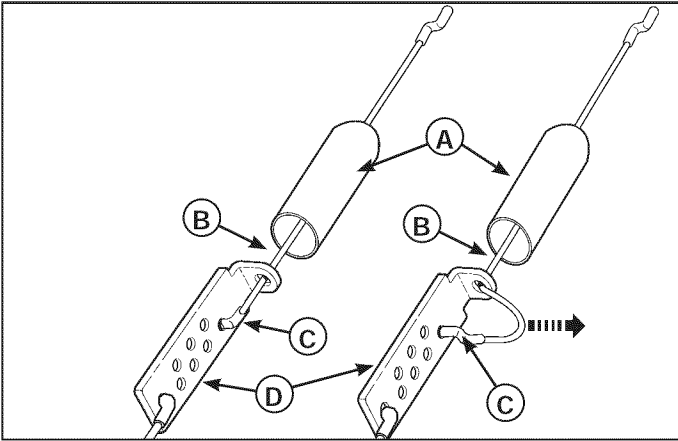

Figura 36. Ajuste del cable de transmisión de tracción
2. Para ajustar la tensión sobre el cable deslice la funda del cable (A, Figura 36) fuera del soporte de ajuste del cable (D).
3. Quite el gancho en "Z" (C) del soporte de ajuste del cable (D) para un agujero de ajuste diferente. El cable no debería tener holgura. El cable no debería tener tensión ni carga.
4. Deslice la funda del cable (A) sobre el soporte de ajuste del cable.